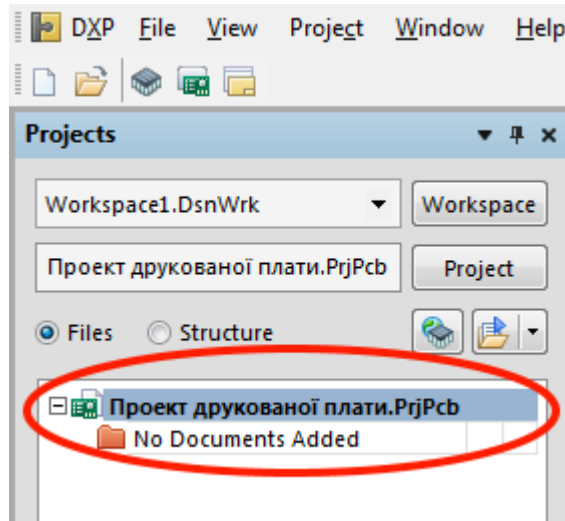

Рис. 1.4
3) У вікні **Projects**, що знаходиться у лівій частині екрану, з’явиться створений файл проекту (Рис. 1.4).